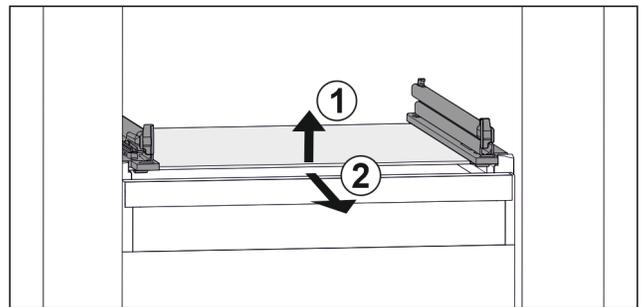

Fig. 109 Exemple de représentation de la tablette en verre
- ▶ Soulever la tablette en verre par l'avant. Fig. 109 (1)
- ▶ Retirer la tablette en verre par l'avant. Fig. 109 (2)